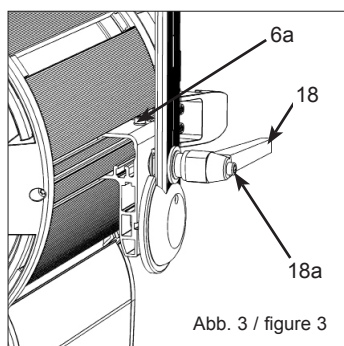

Abb. 3 / figure 3
- Bei Lieferung befindet sich der Haltebügel (2) in Ausgangsposition (Bügel umschließt Linse).
- Schrauben an der Bügelhalterung (6a, Abb. 3) beidseitig mit Torx-Schraubendreher Nr. 25 leicht lösen, Bügel bis zur Linsenfassung (12) vorziehen (entfällt bei T1).
- Klemmhebel (18) lockern und Haltebügel nach oben schwenken.
- Zur Einstellung des idealen Schwerpunkts Haltebügel mittig zur Markierung "Centre" (17) verschieben. Ziehen Sie dann die Schrauben an Bügelhalterung (6a) wieder fest (entf. bei T1).
- Schwenken Sie nun den Haltebügel in die gewünschte Neigeposition. Klemmhebel wieder festziehen. Zur besseren Bedienbarkeit lässt sich die Position des Klemmhebels durch Drücken des Knopfs am Klemmhebel (18a, Abb. 3) verändern.
- Den Stativzapfen (1) und das Distanzstück (1a) auf die Bohrung im Haltebügel aufsetzen, Schraube mit Scheibe und Federring eindrehen und mit Drehmomentschlüssel auf **50Nm** festziehen.
- On delivery the stirrup (2) is tilted to the front.
- Slightly loosen the screws in the stirrup bearing (6a, figure 3) on both sides with the No. 25 torque wrench and pull it towards the lens door (12).
- Loosen the tilt lock lever (18) and tilt the stirrup upwards.
- In order to position the stirrup at the ideal balance point move it to the center marking (17) on the side of the lamphead. Then tighten the screws at the stirrup bearing (6a).
- Tilt the stirrup to the desired angle and tighten the tilt lock lever. For better leverage, press the knob (18a, figure 3) on the tilt lock lever and turn the lever into the desired position.
- Place the spigot (1) and the spacer (1a) onto the boring in the stirrup, insert the screw with washer and spring washer and fasten it with the torque wrench to **50Nm / 37 foot pounds of torque**.